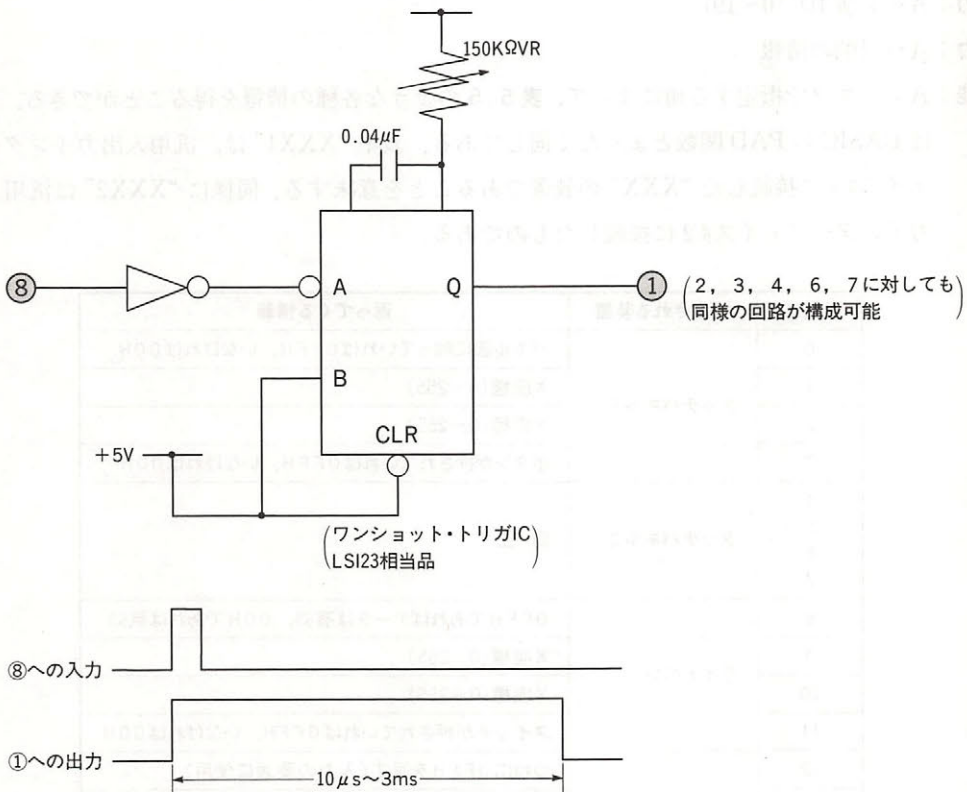

図5.24 パドル回路図
パドルの回路は図5.24のとおりです。⑧端子にパルスを送ると単安定マルチバイブレータは、ある時間幅のパルスを発生します。この幅は可変抵抗の値によって $10\mu\text{s}$ ～ 3ms の範囲で変化しますので、パルス長を測定すれば可変抵抗の値、ひいてはその回転角を知ることができます。